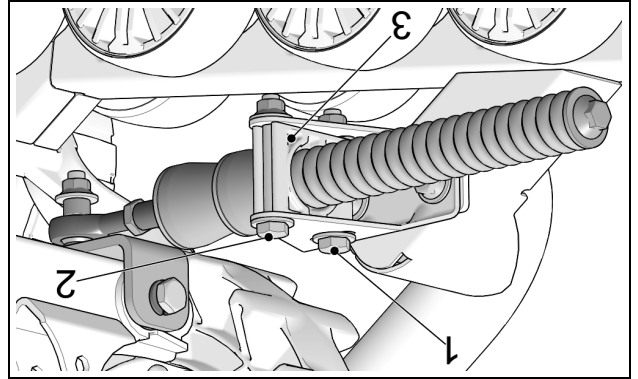

Figure 16
- Desserer les boulons (1) et (2) de l'ancrage antirotation pour permettre à la plaque de support (3) de pivoter sur son axe. Figure 16.